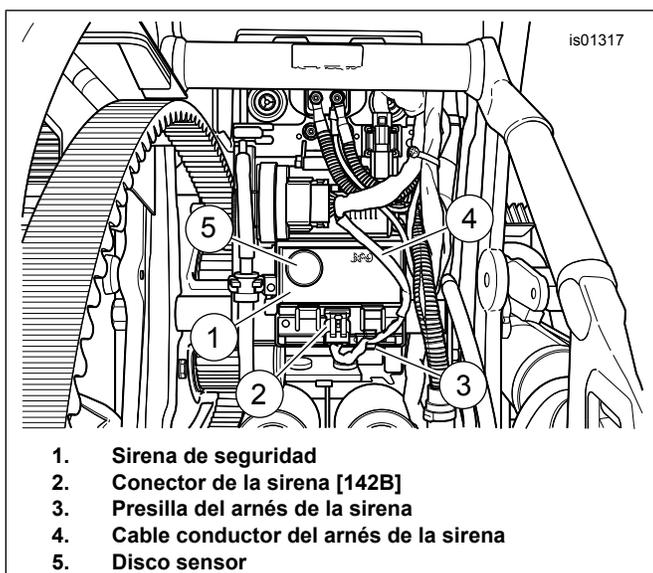

Figura 17. Montaje de la sirena (modelos Softail EXCEPTO FXCW/C)
5. Vea Figura 17. Oriente la sirena (1) como se muestra, con el conector del arnés (2) hacia la parte inferior y el disco sensor (5) orientado hacia afuera. Cuidadosamente encaje la sirena dentro del tablero eléctrico.
6. Inserte el cable conductor del arnés de la sirena (4) dentro de la presilla del arnés (3) para mantener el arnés alejado de los otros componentes.